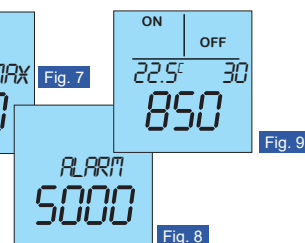

Fig. 8
- la soglia di **attivazione della ventilazione** (Fig. 8).